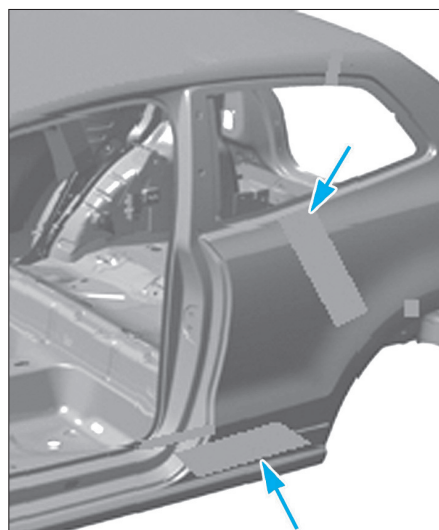

FIG. 103
- Apposer des morceaux de mousse aux endroits indiqués (Fig.103).